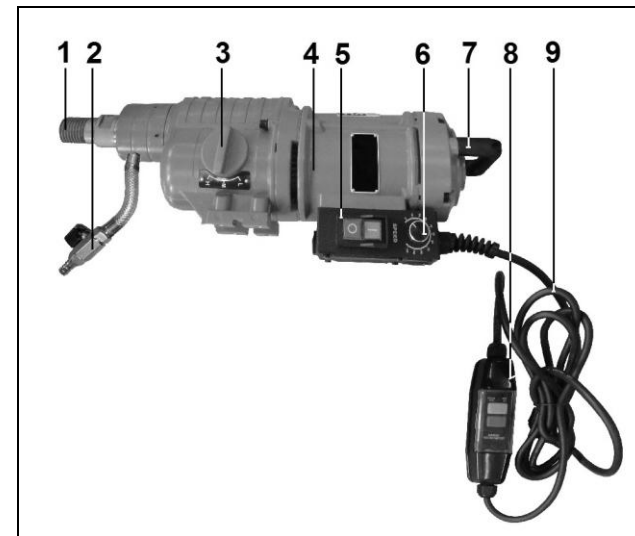

Рис. 4. Энциклопедия дрели ДАЭ-3 355Э (Арт. 48138)
7.1.1. Проведите внешний осмотр инструмента. Вверните в отверстие дрели узел подачи воды (2) (Рис. 4).